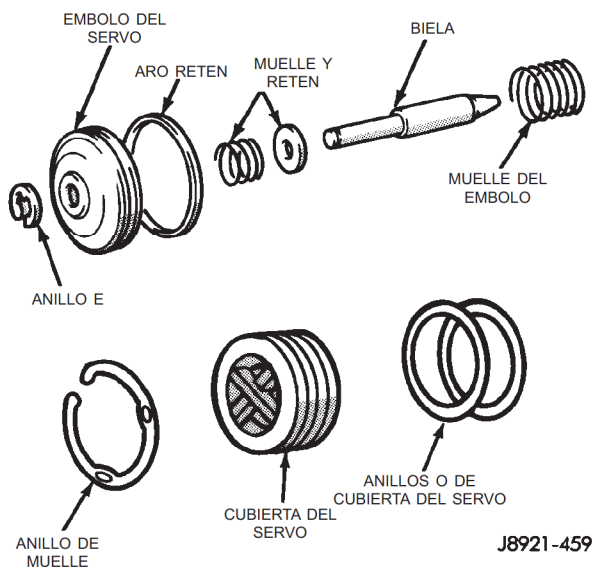

Fig. 104 Componentes del émbolo de freno de rodadura libre en segunda
(36) Desensamble el émbolo de freno de rodadura libre en segunda (Fig. 104) si fuera necesario.